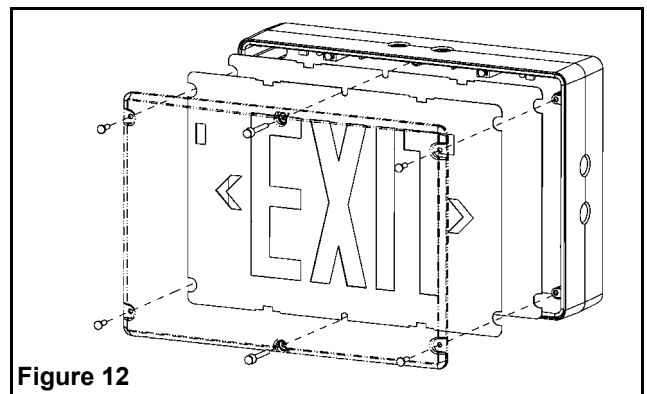

Figure 12
6. Installer la lentille à l'aide de 4 longues et 2 courtes vis inviolables (voir figure 12).